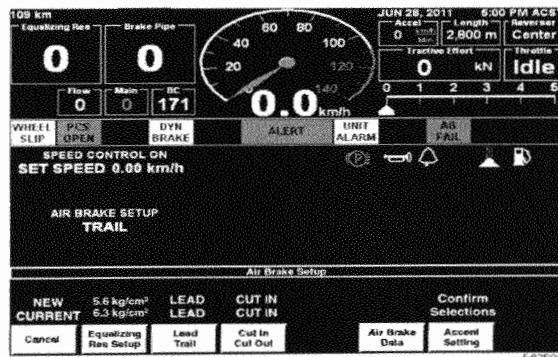

Figura 4-1. Configuración del freno de aire
3. Oprima la tecla del *Freno de aire* en el Menú Principal del sistema FIRE. (La pantalla *Air Brake Setup (Configuración del freno de aire)* aparece a continuación. Consulte Figura 4-1.)